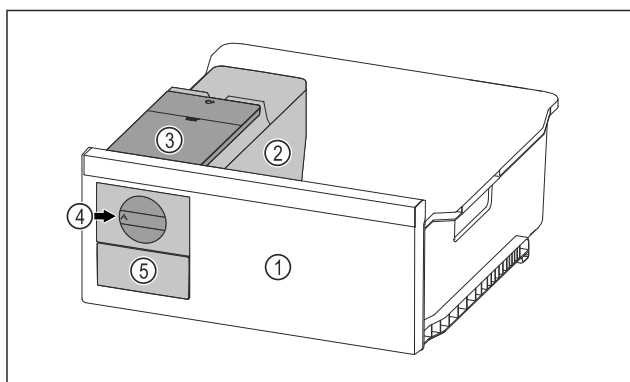

Fig. 97 Vejledende illustration
- ▶ Drej drejeknappen Fig. 97 (4) med uret indtil anslaget.
- ▷ Isterninger falder ud af isterningebakken og ned i isterningskuffen Fig. 97 (5).